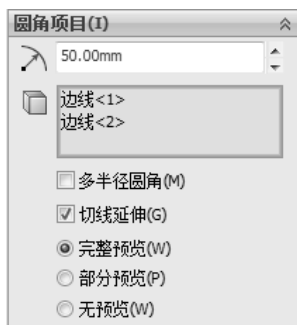
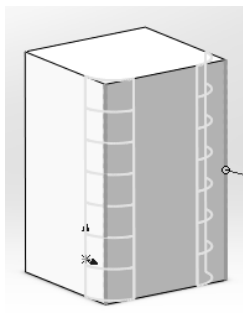
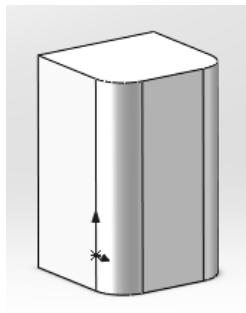

图 7-80 设置界面
图 7-81 边线的选择
图 7-82 最终结果
(4) 单击圆角，设置界面如图 7-80 所示。选定圆角半径为 50.00mm。选择边线 1，边线 2，如图 7-81 所示，结果如图 7-82 所示。